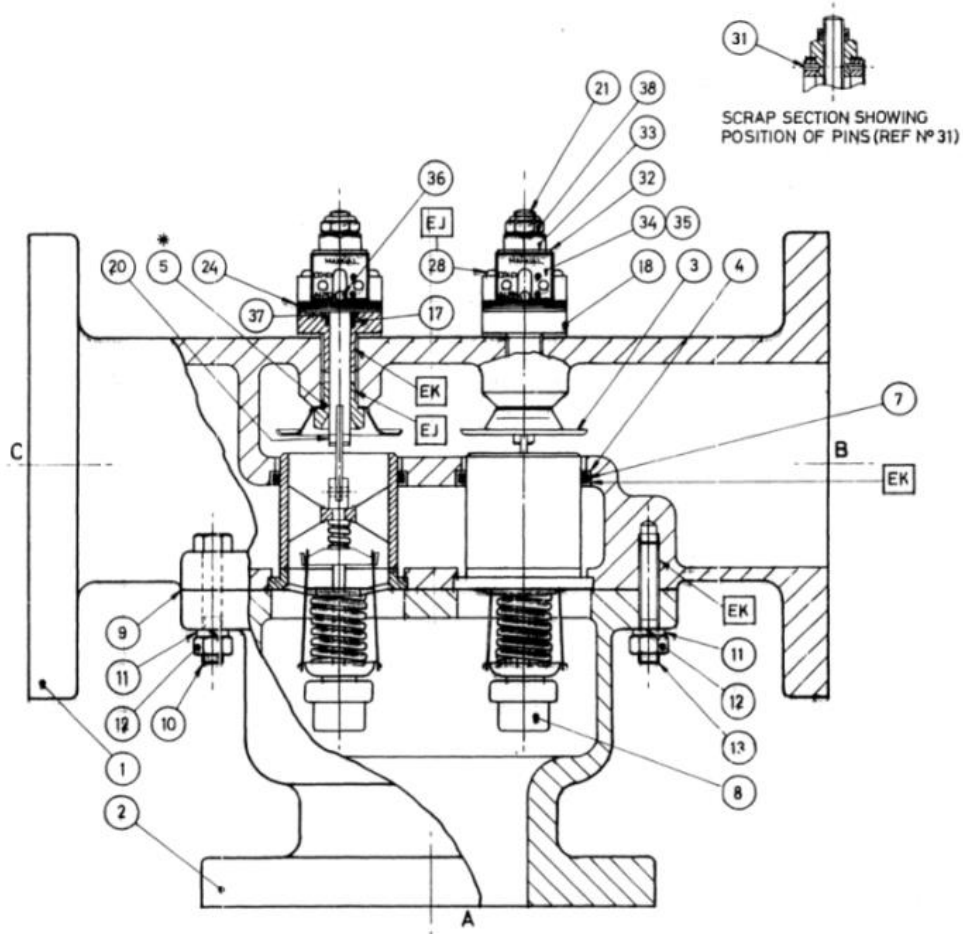

Abbildung 2 – Grafische Darstellung eines 4-Zoll-B-Ventils mit manueller Steuerung
1. Wenn eine Notkühlung erforderlich ist, dann zunächst die Kontermutter auf der Oberseite der manuellen Steuerung lösen (siehe Abschnitt 7.1, Abbildung 2, Punkt 38).
2. Die Einstellmutter (siehe Abschnitt 7.1, Abbildung 2, Punkt 33) im Uhrzeigersinn solange weiterdrehen, bis der Anzeigestift (siehe Abschnitt 7.1, Abbildung 2, Punkt 36) die Position "manual" erreicht hat oder die gewünschte Kühlung eingetreten ist, und anschließend die Kontermutter wieder festdrehen. Nicht über den vorgegebenen Punkt hinaus verstellen.
1. Siehe Abbildung 2. Gehäusemuttern (Punkt 12) entfernen und Ventil in zwei Hälften unterteilen. Den unteren Teil des Gehäuses (Punkt 2) entfernen und dabei darauf achten, dass die Elemente nicht beschädigt werden. Die Gehäusedichtungen (Punkt 9) entfernen und entsorgen. Dabei darauf achten, dass eventuelle Rückstände der Dichtung von den Passflächen des Gehäuses entfernt werden. Beachten Sie, dass bei bestimmten Größen der B-Modell-Ventile statt Dichtungen O-Ringe verwendet werden.